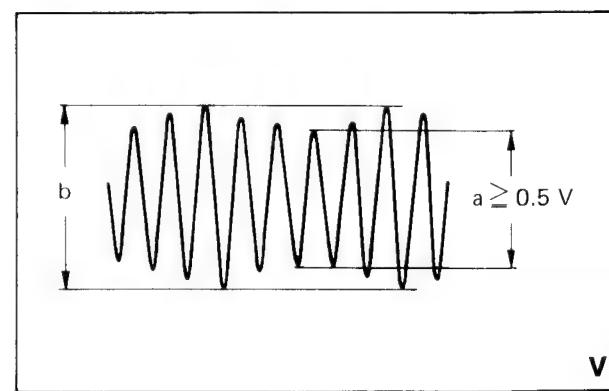

Bild 3-6
2. Oszilloskop an TP 4. Die kleinste Amplitude muß größer als $0,5 V_{ss}$ sein (Bild 3-6).